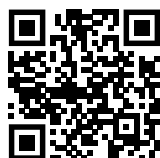

Fig. 168
- ▶ 请打开 Liebherr SmartMonitoring Dashboard。（参见 Fig. 168）